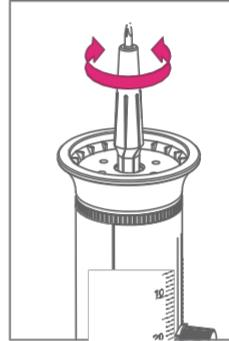

Fig. 12
2. Inserte la herramienta hexagonal en la tuerca hexagonal como se muestra en la Fig. 12